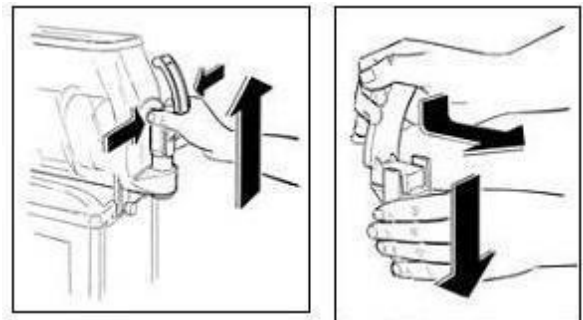

Fig. 6
- Démontez le robinet du bac en appuyant simultanément sur les deux ailettes de blocage et le soulever afin de l'extraire de son logement (fig.6).
- Décomposer le robinet pièce par pièce en maintenant le corps enfoncé et en extrayant le levier de son logement (fig.6).